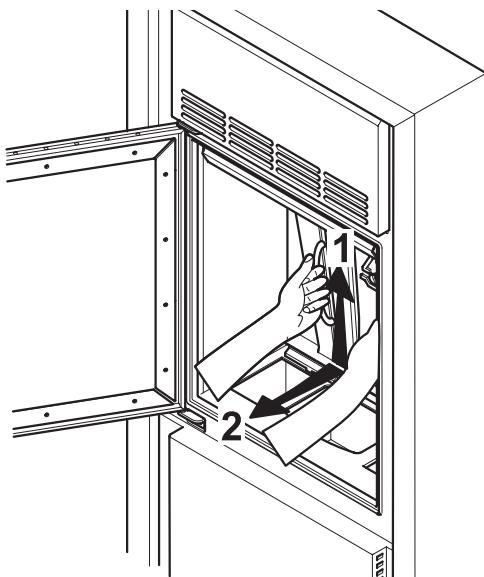

Fig. 8.2.3
- dello SCAMBIATORE CALDAIA rimuovendo freddo lo schienale di fondo in ghisa (Fig. 8.2.3).
- the BOILER EXCHANGER, taking the cast iron back off, when it is cold (Fig. 8.2.3).
- der KESSEL-AUSTAUSCHER, indem die Gusseisen-rückwand in kaltem Zustand entfernt wird (Abb. 8.2.3).